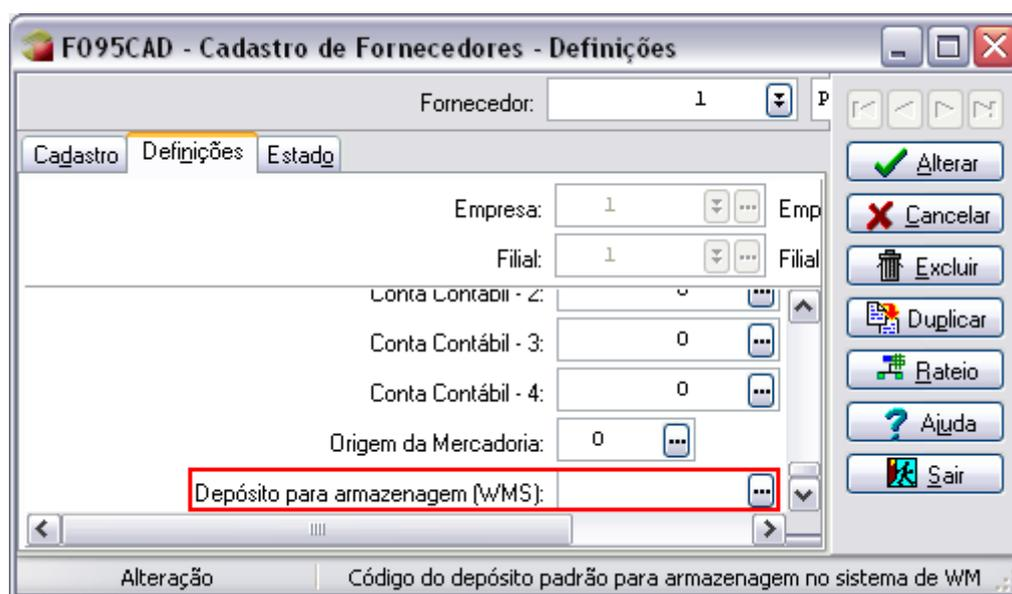

Figura 10
Estando o cliente cadastrado igual ao fornecedor, também é necessário efetuar a Ligação do Fornecedor com o Depósito do Produto. Isto deve ser feito no momento do cadastro do fornecedor em - Cadastros > Clientes e Fornecedores > Clientes > Cadastro na guia “Definições” (figura 10) para tal indicamos no campo “Depósito para armazenagem (WMS)” o depósito destinado para o estoque da mercadoria desse fornecedor. Este depósito ali definido deverá ser um depósito que tenha integração com o WMS, conforme exemplificado no item 2.1.4.